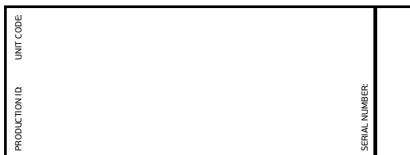

Рис. 1
**Стандартные гарантийные сроки для изделий, произведенных начиная с 01.01.2014 и имеющих ID установленной формы (см. рис. 1):**